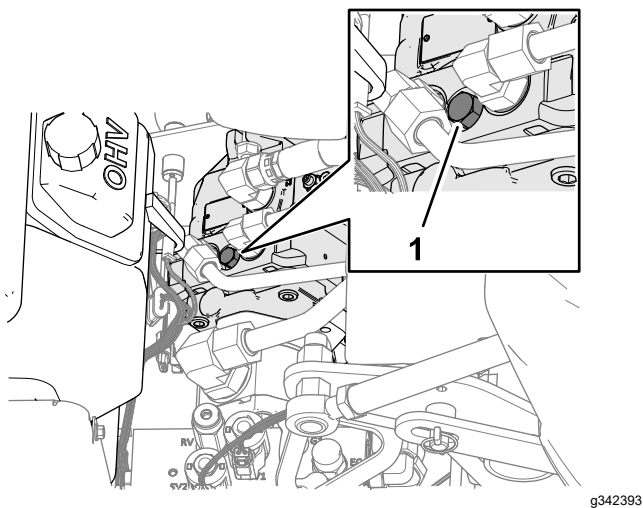

Figura 129
**Notă:** Locaia capacului pentru urubul supapei de bypass este prezentată în Figura 129.